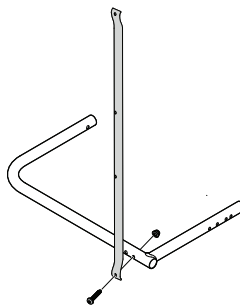

Figura 3
1. Coloque un tubo esquinero sobre una superficie firme y nivelada, como se ilustra en la Figura 3.
2. Para montar la estructura izquierda, alinee un tubo vertical con el tubo esquinero utilizando el orificio de montaje y asegure usando un tornillo de cabeza troncónica y una tuerca hexagonal, como se ilustra en la Figura 3.